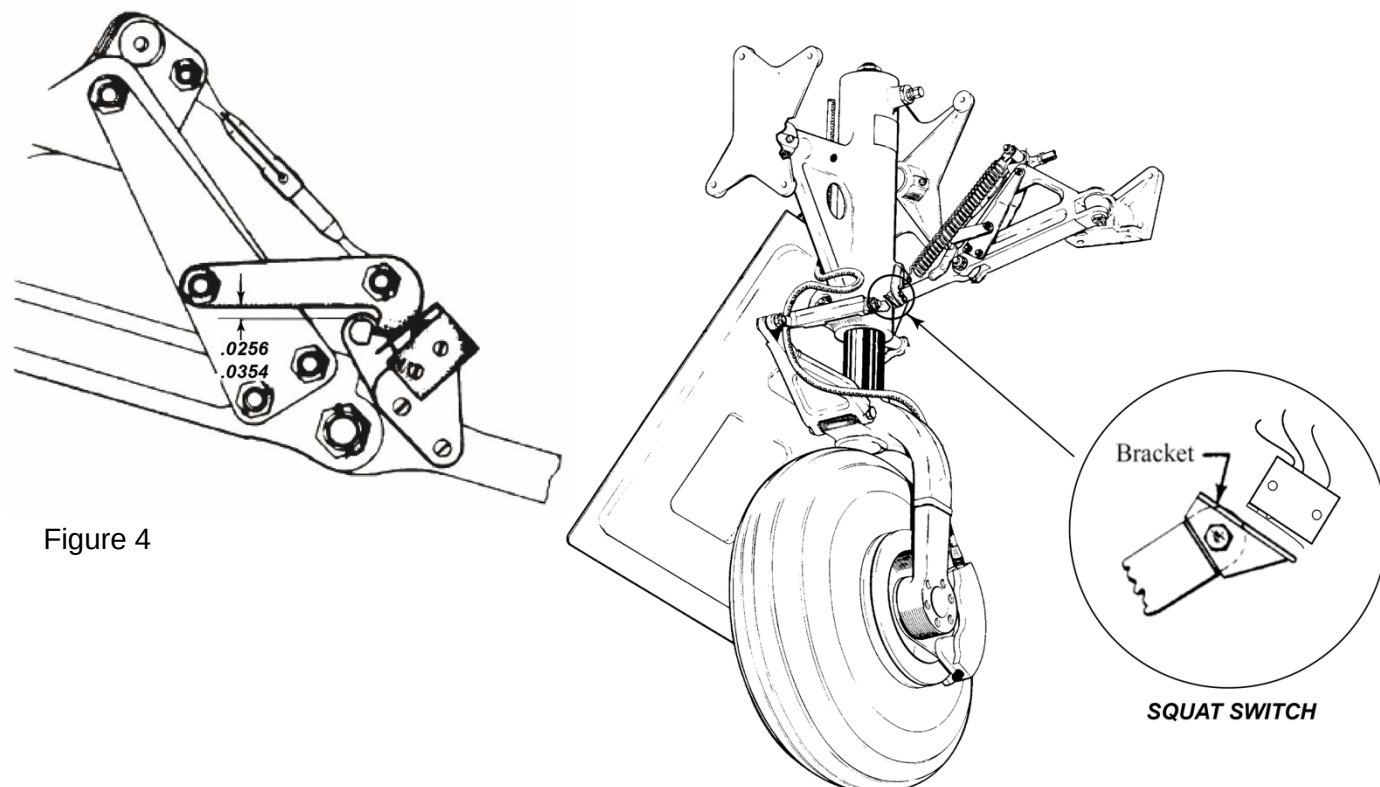

Figure 4
Le voyant rouge de transit fonctionne également en même temps que l'alarme sonore pour avertir lorsque la puissance hydraulique est réduite ou que le train d'atterrissage n'a pas atteint la position sortie et verrouillée. Ce circuit est contrôlé par les trois contacteurs de position basse connectés en série avec un contacteur de papillon des gaz (voir 32-60-00, figure 4) situé dans le pupitre des commandes moteur. Quand l'avion est au sol, le circuit d'alarme, par le contacteur anti relevage (squat switch) situé sur le train gauche, est activé avec le levier de sélection des trains en position haute.
B. If the voltage is not correct, set the contact according to the value shown in Figure 4.